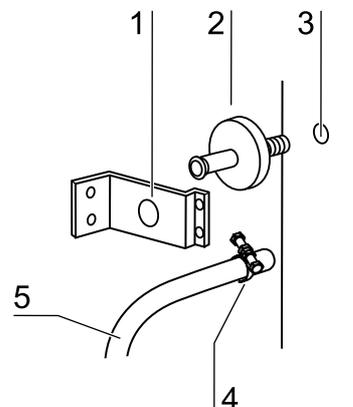

Abb. 23
2. **Abb. 23:** Schlauchschelle [4] lösen.